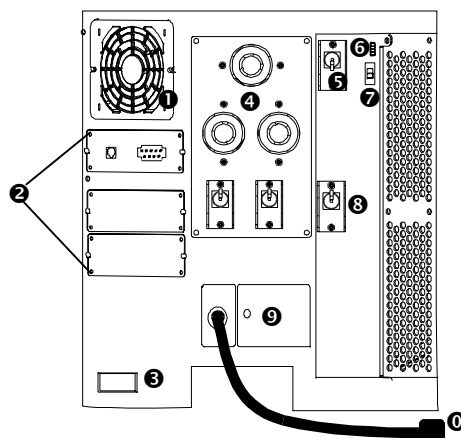

Рисунок 3: Устройство Symmetra RM (вид сзади)
Блок распределения питания (PDU) ❹. Тип панели питания зависит от номинального напряжения устройства Symmetra RM. На рис. 3 показано устройство Symmetra RM с панелью питания на напряжение 200/208 В переменного тока (исполнение L1-L2-G). В нем имеются одна розетка типа L6-30 и две розетки типа L6-20. В панели питания на напряжение 220/230/240 В переменного тока (исполнение L1-N-G) имеются восемь розеток по стандарту МЭК C13 и две розетки по стандарту МЭК C19. На рис. 8 (стр. 16) показаны две панели (PDU). Панель (PDU) может быть заменена на месте монтажа квалифицированным техником или электриком.